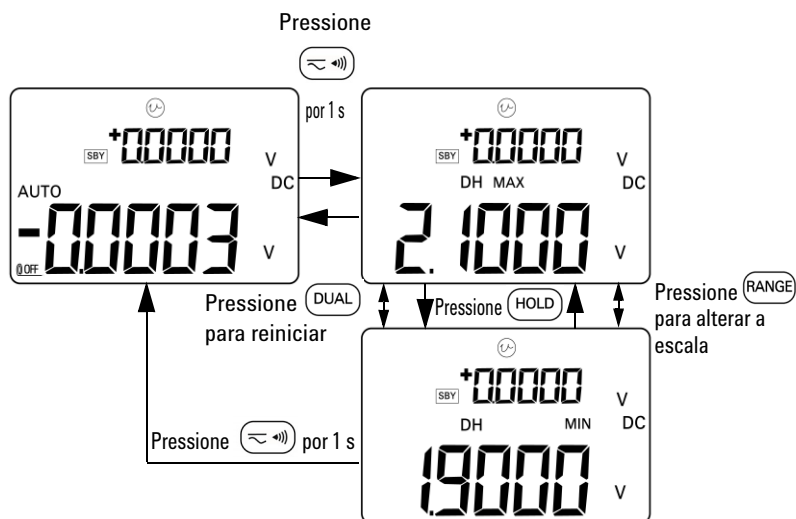

Figura 3-10 Modo de Retenção de pico de 1 ms
- 2 Pressione  para exibir o valor de pico+ ou de pico- após ativar o modo de pico. O mostrador **DH MAX** indica o valor de pico+ e o mostrador **DH MIN** indica o valor de pico-. Consulte a **Figura 3-10 na página 64**.